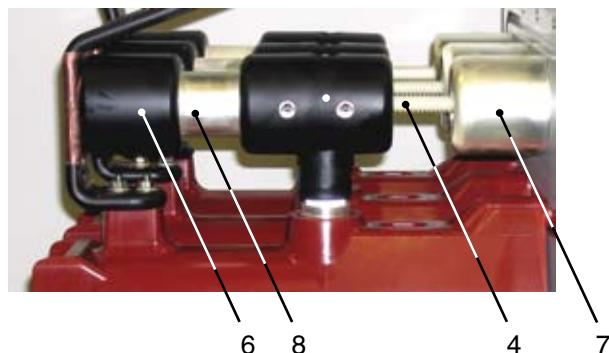

Рис. 6.2.3. Трехпозиционный разъединитель (UX0-ST) в положении «Разъединитель ВКЛ», в нижней части: полюсные трубки силового выключателя
Трехпозиционный разъединитель скользящего типа (UX0-ST) (рис. 6.2.3)
Переключатель (рис. 6.2.3) разъединен в среднем положении. В конечных положениях – разъединитель ВКЛ и заземлитель ВКЛ – приводимый в движение изолированным шпинделем (4) контакт (скользящий элемент (8)) достигает постоянных kontaktов, оборудованных спиральным kontaktом (разъединителя (6) или заземлителя (7)).